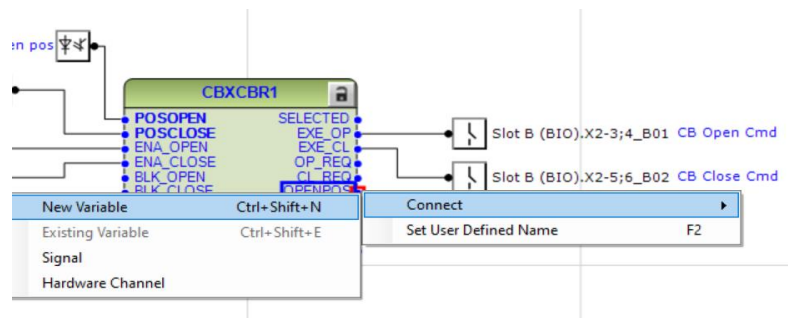

Imagen 88_Conexión de variable en salida OPENPOS del bloque CBXCBR1.
- Por último, como se observa en la **Imagen 88**, añadimos la salida seleccionando “OPENPOS” con clic derecho y posteriormente seleccionando “Connect - New Variable”.